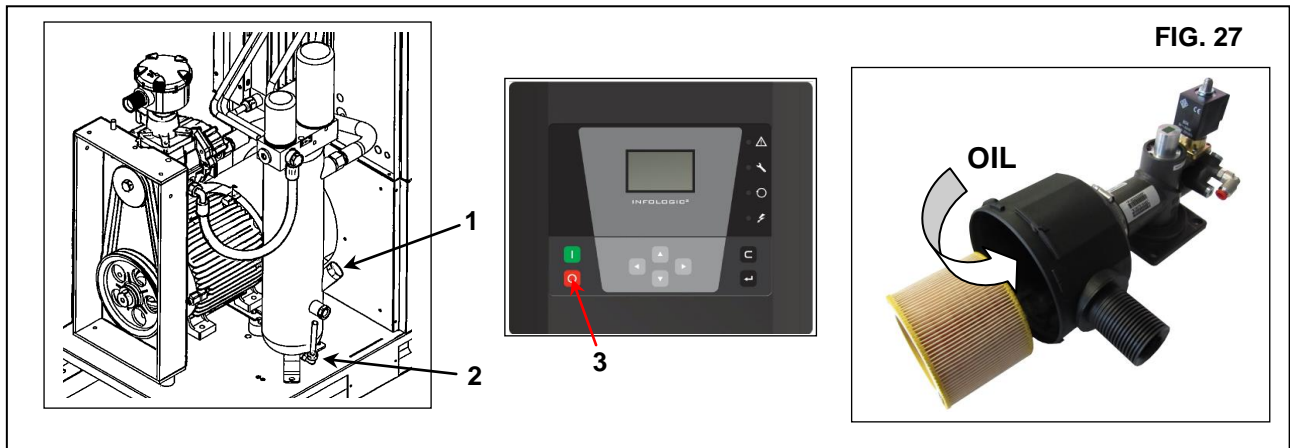

FIG. 27
Dopo avere scaricato l'olio esausto dalla macchina attraverso il rubinetto Rif. 2 Fig. 27
- Riempire completamente il collettore d'olio Rif. 1 Fig. 27
- Dopo circa 1 minuto spegnere la macchina premendo "STOP" (Rif. 3 Fig. 27) dopo 45 secondi di marcia a vuoto la macchina si spegnerà.